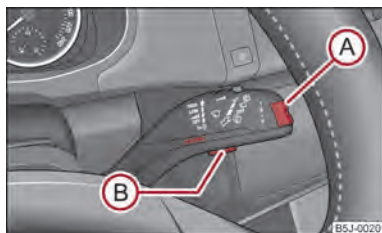

Fig. 7 Pantalla informativa: Elementos de mando
- El **Menú principal** se activa pulsando la tecla basculante (A) ⇒ fig. 7 durante más de 1 segundo.
- Mediante la tecla basculante (A) se puede elegir entre los diferentes puntos de menú. Después de pulsar brevemente la tecla (B) se indicará la información seleccionada.